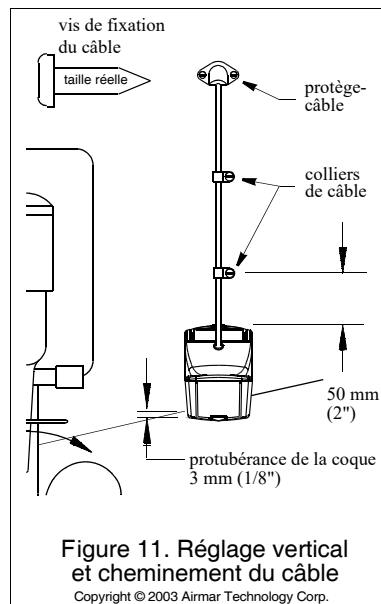

Figure 11. Réglage vertical et cheminement du câble
1. À l'aide d'une règle droite, mesurez l'alignement de la face inférieure du capteur par rapport au dessous de la coque (Figure 11). Le bord de fuite du capteur doit être entre 1 et 3 mm (1/16 à 1/8") en dessous du bord d'attaque ou parallèle au dessous de la coque.
- a. Augmentez l'angle d'immersion du capteur. Revoyez la section "Compensation de l'angle d'inclinaison du tableau arrière — Cale biseautée" et reportez-vous en Figure 11.